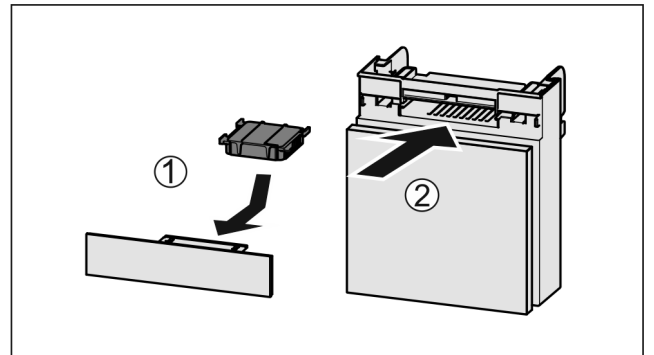

Fig. 104
- ▶ Aktivkohlefilter nach Abbildung einsetzen Fig. 104 (1).
▶ Fach einschieben Fig. 104 (2).